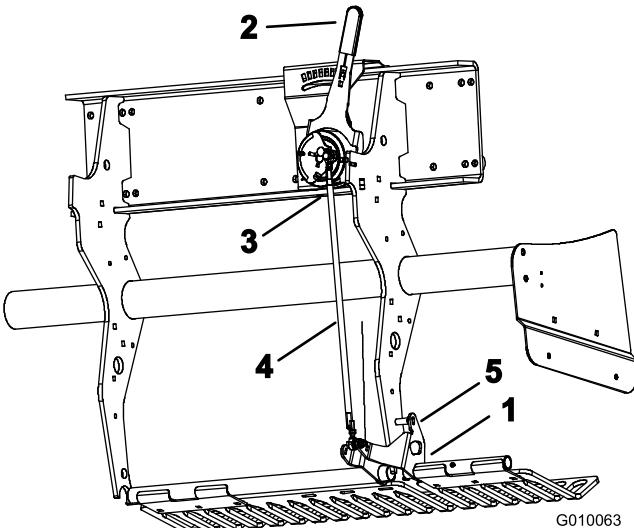

Figure 58
1. Tournez le support de fixation du protège-gazon gauche (Figure 58) jusqu'à ce que la goupille de sécurité (mèche ou vis de 5/16) puisse être introduite entre le support et le tube de réglage de profondeur soudé au châssis.
2. Placez le levier de réglage de profondeur d'aération (Figure 58) à la position « H » (profondeur maximale).
3. Débranchez le commutateur sphérique (Figure 58) du faisceau de câblage (commutateur d'abaissement de tête).
4. Desserrez les écrous de blocage (gauche et droit) sur la biellette de réglage de profondeur (Figure 58).